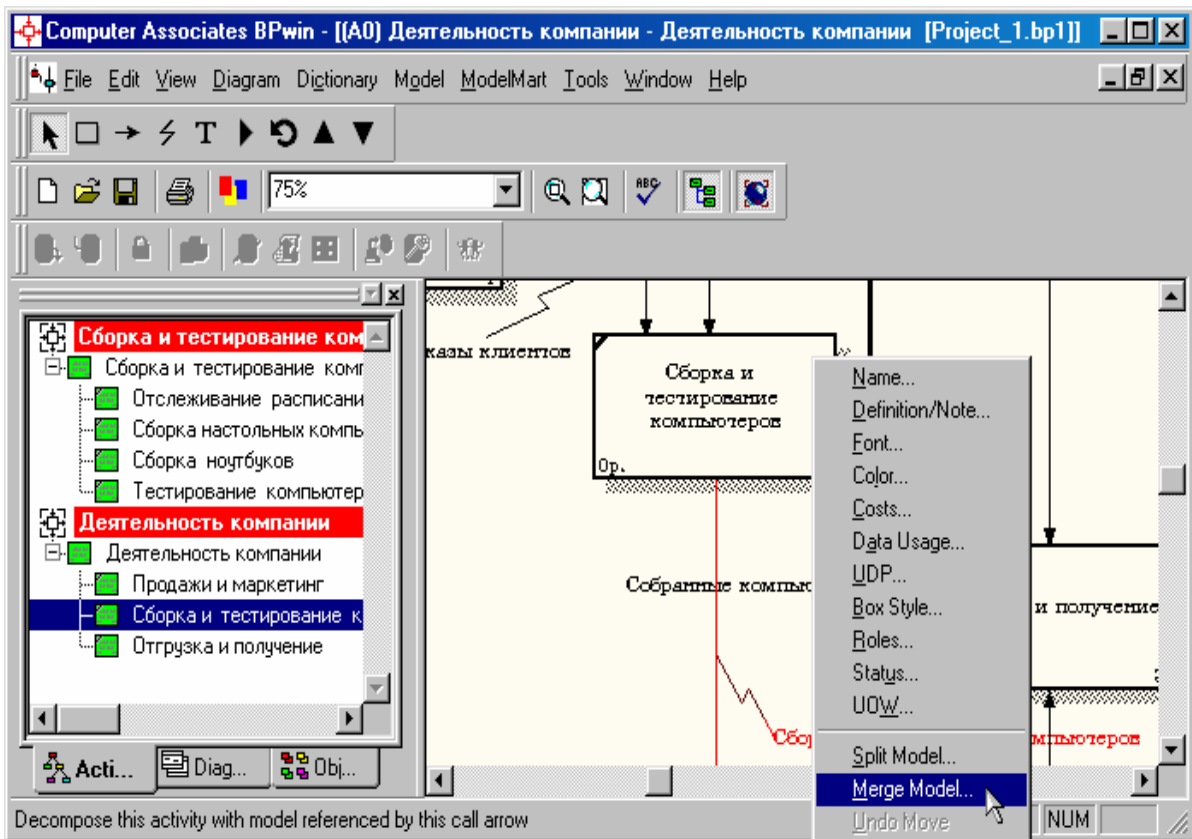

Рисунок 7.6 – Пункт контекстного меню *Merge model*
6. Правой кнопкой мыши щелкните по работе "Сборка и тестирование компьютеров" и выберите в контекстном меню опцию *Merge model* (рисунок 7.6).